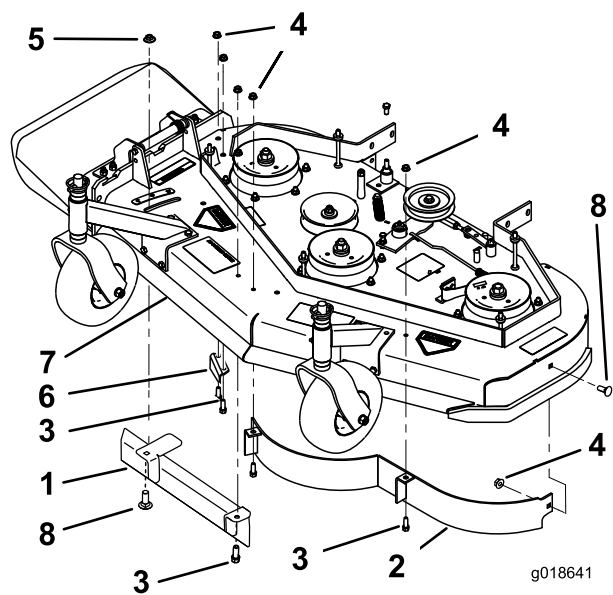
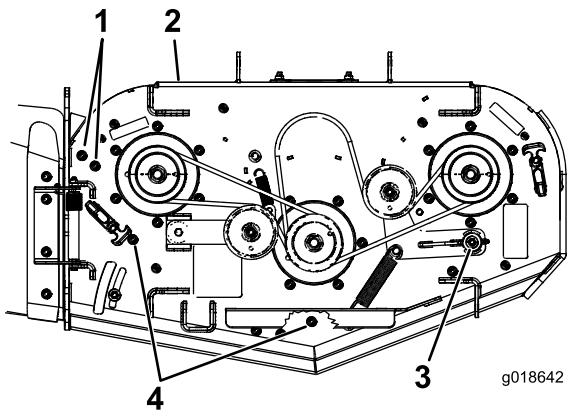

Figura 3
Figura 4
1. Togliete i dadi e i bulloni che tengono in posizione il deflettore anteriore sinistro (Figura 3 e Figura 4).
2. Togliete i dadi e i bulloni che tengono in posizione il deflettore di scarico (Figura 3 e Figura 4). Montate i dadi e i bulloni per coprire i fori dopo aver tolto il deflettore.
3. Togliete il grosso dado flangiato e il bullone o il blocco delle camme e la rondella svitandoli dal deflettore di flusso regolabile (Figura 3).
4. Togliete il dado e il bullone che tengono in posizione il deflettore di flusso regolabile (Figura 3).